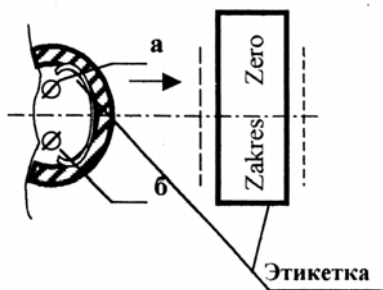

Рисунок 5 - Схема расположения потенциометров калибровки
- получить доступ к потенциометру установки «ноля» и «диапазона» (см. рисунок 5).